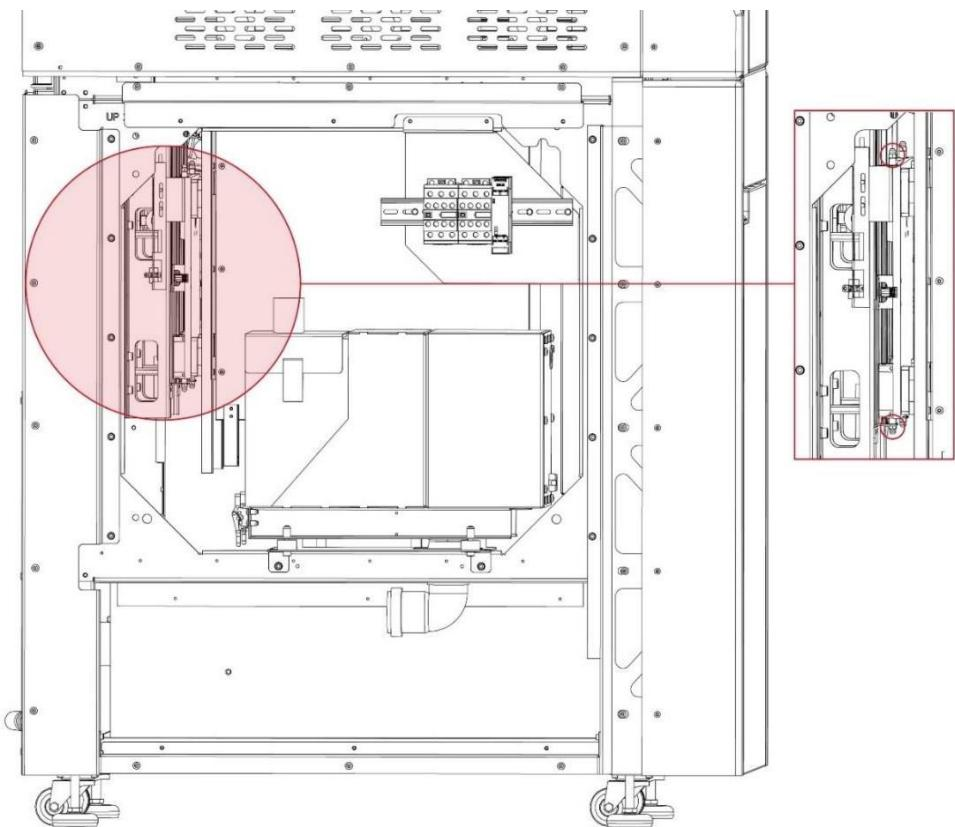

Рис. 97. Месторасположение смазочных ниппелей - вид сбоку.
6. Найти смазочные ниппели, как показано на рис. 97
- Расположение смазочных ниппелей показано на рис. 97.